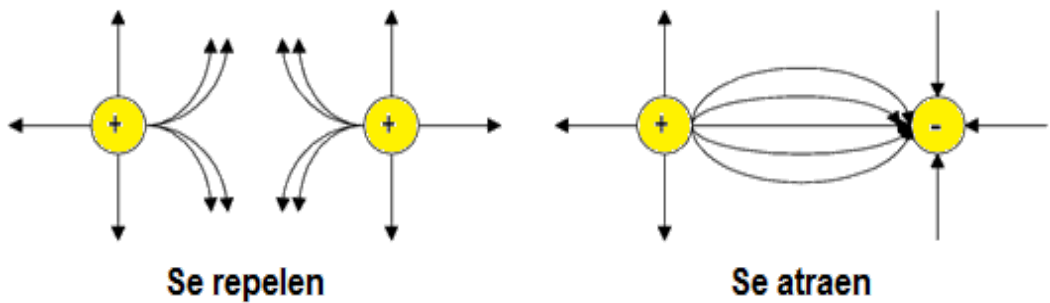

Figura 5. Ley fundamental de las cargas eléctricas
**La ley fundamental de las cargas**, dice que: cargas puntuales del mismo signo se repelen y cargas puntuales de signo contrario se atraen (figura 5).